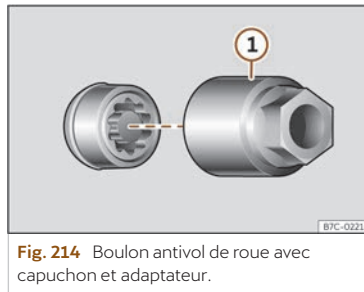

Fig. 214 Boulon antivol de roue avec capuchon et adaptateur.
- Encastrez l'adaptateur spécial >>> **fig. 214** ① (outillage de bord >>> page 311) sur le boulon de roue antivol jusqu'à la butée.